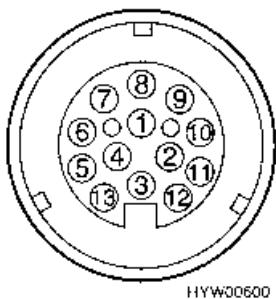

Bild 71 Sicht auf Steckdose Zugfahrzeug (dreizehnpoliges System Jäger)
- ▷ Die Farben der Anschlusskabel für den Anschluss an die dreizehnpolige Steckdose (Bild 71) des Zugfahrzeugs notieren. Ein eventuell erforderlich werdender Neuan schluss wird damit wesentlich erleichtert. Zum Anschließen des dreizehnpoligen Steckers an eine siebenpolige Steckdose ein im Handel erhältliches Adapterstück verwenden.